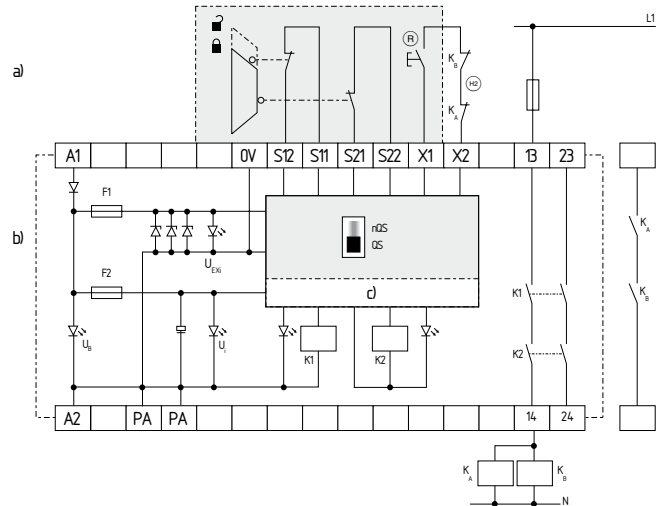

Abb. 6
Zweikanalige Ansteuerung, dargestellt am Beispiel einer Schutztürüberwachung mit zwei Positionsschaltern, davon ein Kontakt zwangsöffnend; mit externem Reset-Taster (R) (siehe Abb. 6)
- (R) = Rückführkreis